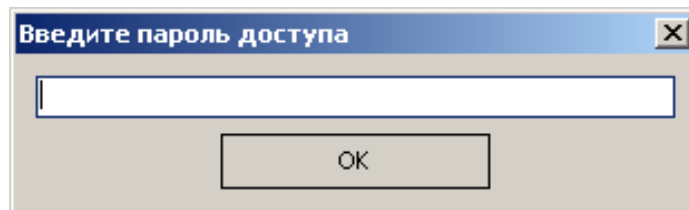

Рисунок 26
5) нажать кнопку «Прошить». Перед Вами появится окно (Рисунок 26):